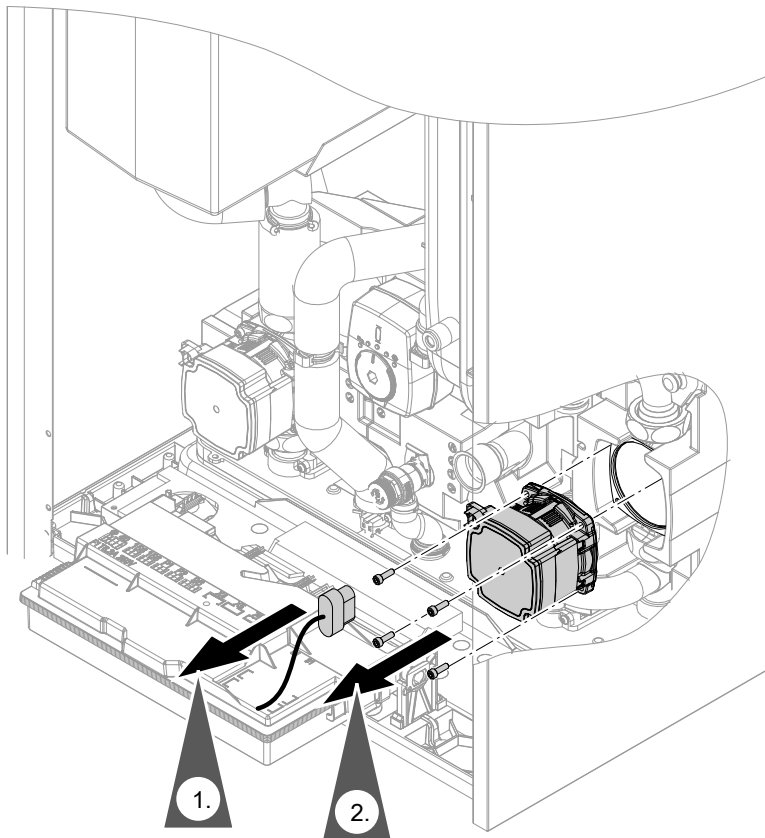

Abb. 110
- Anschluss-Stecker Umwälzpumpen: Siehe Abb. 110.